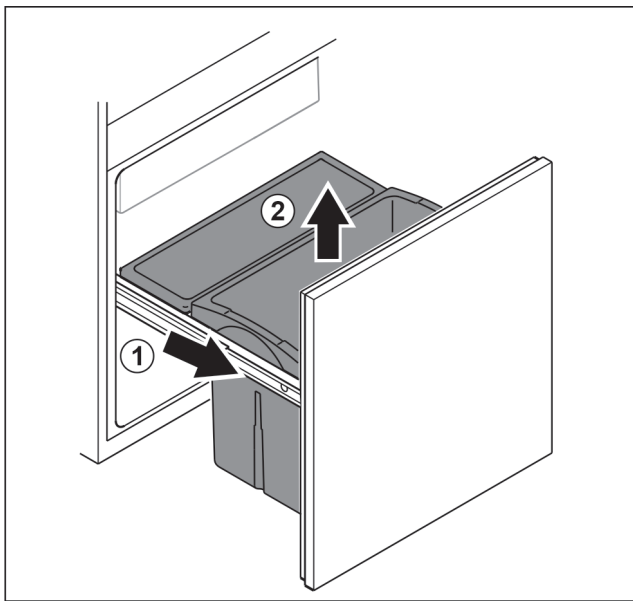

Fig. 97
- ▶ Вытяните выдвижную тележку до упора. Fig. 97 (1)
- ▶ Извлеките выдвижной ящик движением вверх. Fig. 97 (2)